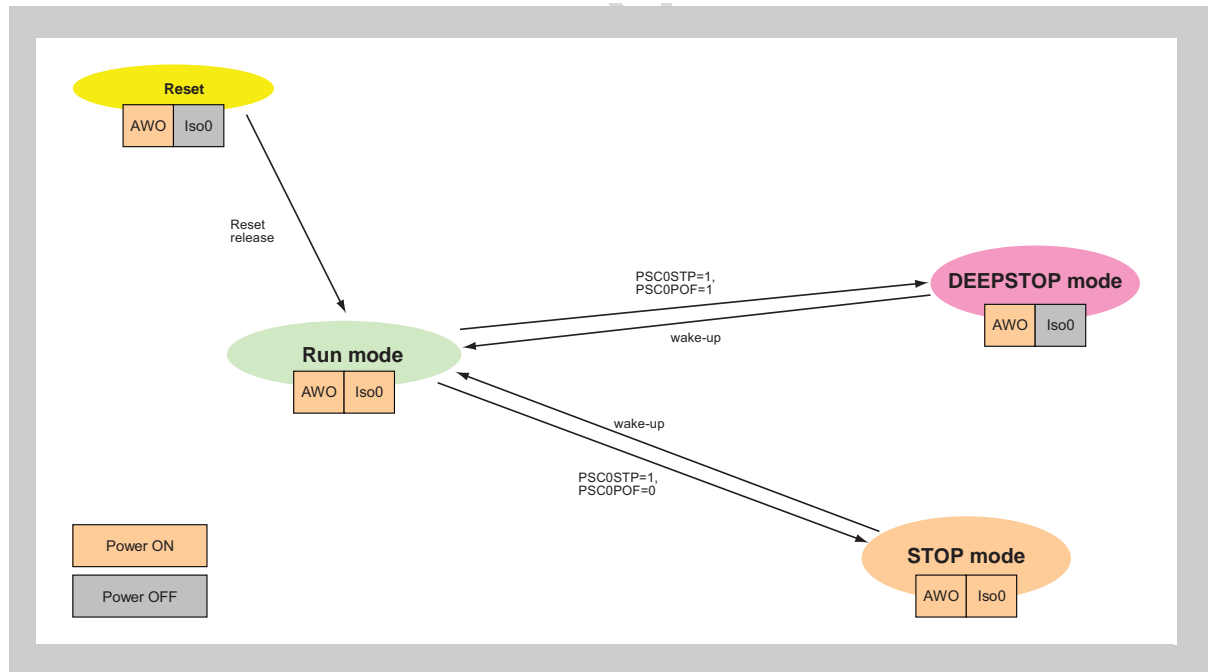

図 8-1 パワー・セーブ・モードの移行
**外部割り込みINTPx** すべての外部割り込みINTPxにより、パワー・セーブ・モードから遷移します。詳細は図 8-1「パワー・セーブ・モードの移行」を参照してください。